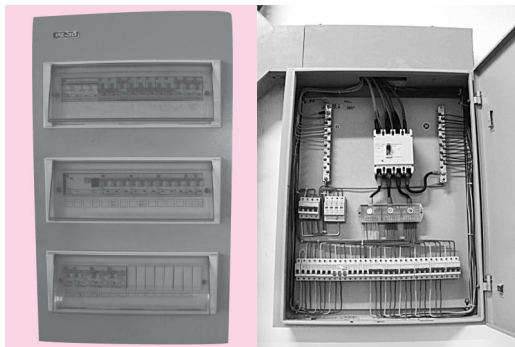

图1-11 电源开关
(1) 拔电缆插头时,不要拉电线,而应拉插头本身。
(2) 对于标有故障的电气开关,千万不要触碰。
(3) 不要靠近断裂或摇晃的电线。
(4) 不要用湿手接触电气设备。
(5) 不要让电线通过尖角、潮湿、有油污或高温的地方。
(6) 不要在电气设备附近使用易燃物。
(7) 如发现电气设备不正常,应立即关闭电源开关,如图1-11所示,并加以警示和上报。